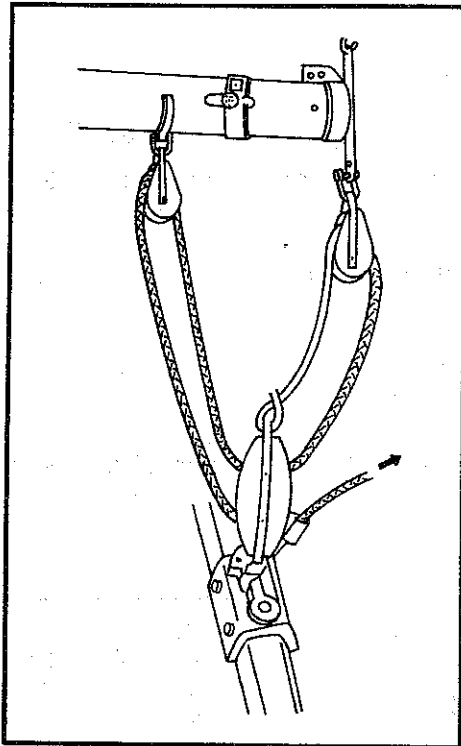

Fig. 20
- (1) Main Sheet: See Fig. 20.